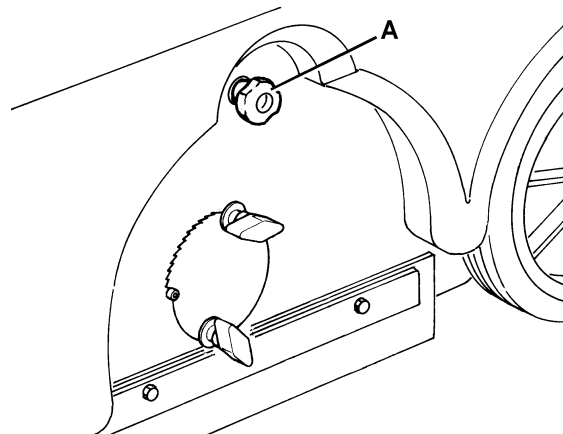
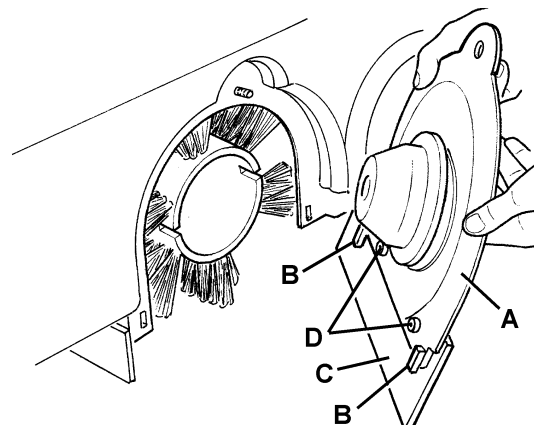

Рисунок 16
Рисунок 17
5. Откройте капот (7), ослабьте ручку (А, Рис. 16) и снимите левую крышку (А, Рис. 17) основной щетки, нажимая ее вниз, пока не отсоединятся фиксаторы (В).
6. Отрегулируйте высоту левой юбки (С, Рис. 17) с помощью бороздок (D).